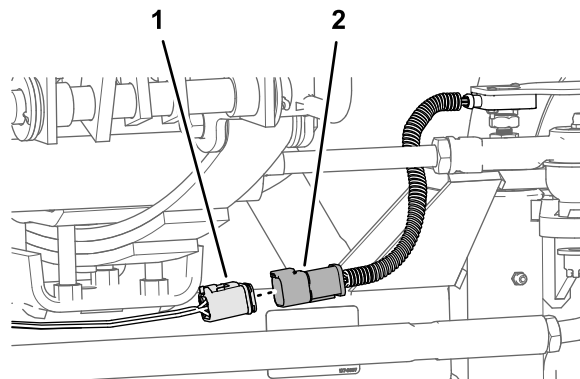

図 96
1. 角度センサーハーネスの6ピン コネクタを、WHEEL ANGLE SENSORというラベルが付いたキット ワイヤハーネスの6ソケットコネクタに差し込みます (図 96)。